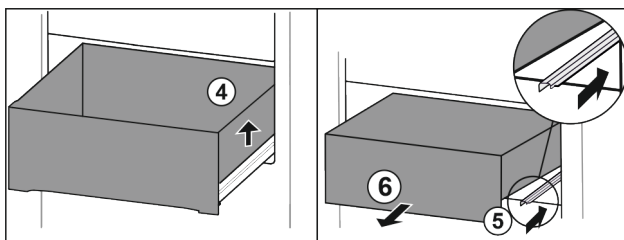

Fig. 92
- Løft skuffen i højre side. Fig. 92 (4)
- Skub den højre skinne ind. Fig. 92 (5)
- Tag skuffen ud fremefter. Fig. 92 (6)